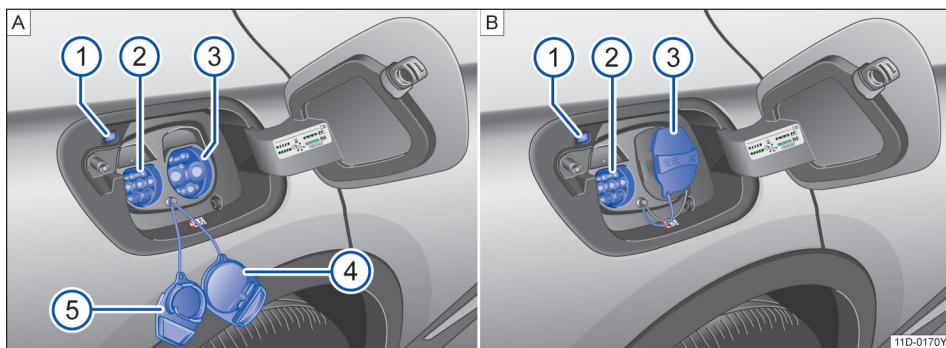

图 133 A 充电插口 B 充电口保护盖使用说明
充电插口上的充电状态指示灯→图 133▲①显示充电过程的状态。